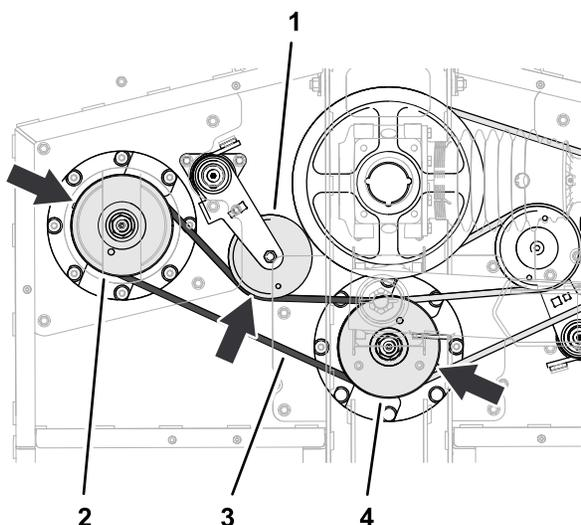

Figura 67
1. Encaminhe a correia curta em torno da polia do eixo esquerdo e da ranhura inferior da polia do eixo central (Figura 67).
2. Utilize uma barra disjuntora ou ferramenta semelhante para rodar o tensionador no sentido contrário ao dos ponteiros do relógio e passe a correia da polia por cima do tensionador (Figura 67).